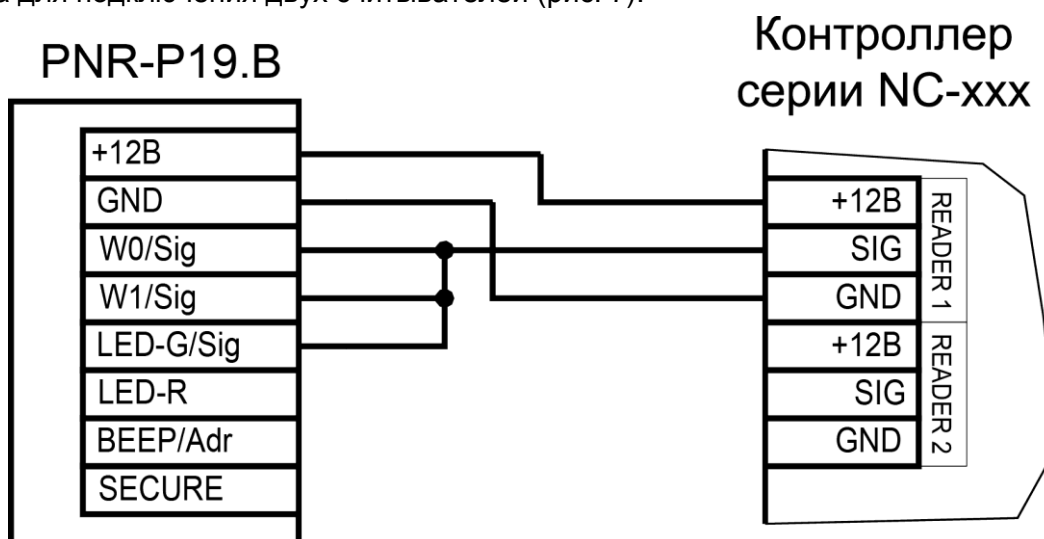
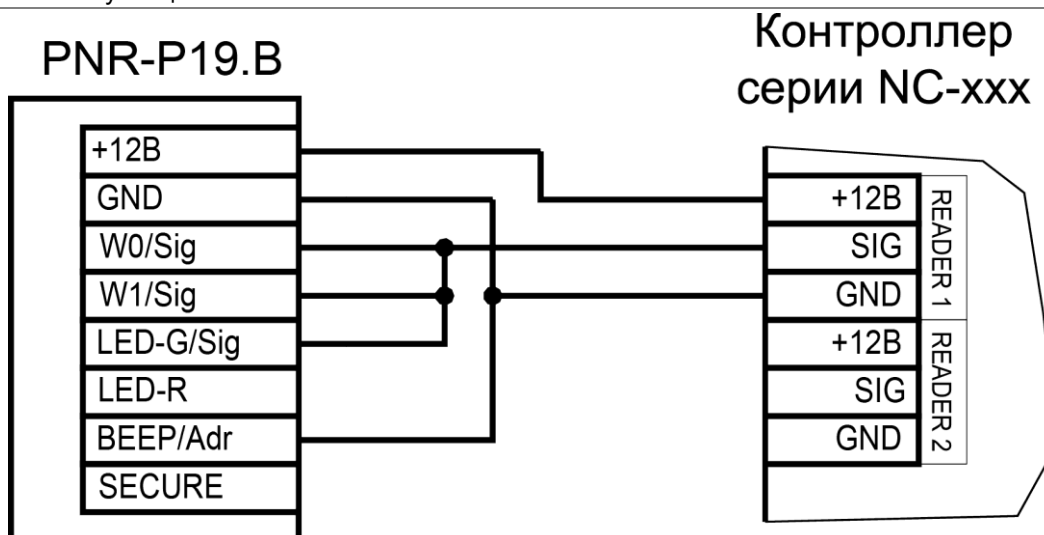
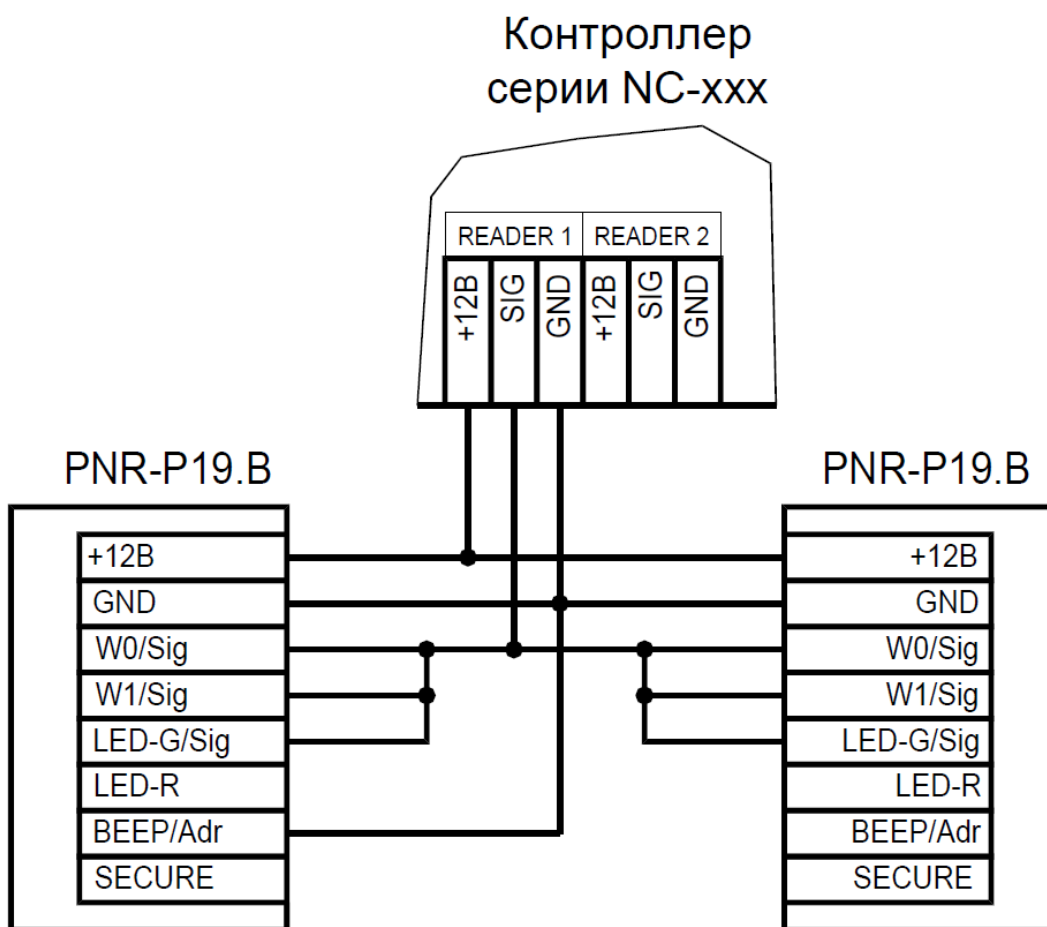

Рисунок 5. Подключение считывателя в режиме Parsec, адрес 1 (внутренний)
Рисунок 6. Подключение считывателя в режиме Parsec, адрес 0 (наружный)
Рисунок 7. Подключение двух считывателей в режиме Parsec одним кабелем
- **Parsec** – при работе в этом режиме линия SIG считывателя (зеленый, белый и оранжевый провода: W0/SIG/B-, W1/SIG/A+ и LED-G/SIG) является двунаправленной (см. таблицу 2 и рис. 5 и 6). По ней считыватель передает контроллеру считанный с карты код во внутреннем формате системы Parsec.
Кроме того, в системе Parsec каждый считыватель имеет собственный адрес: 1 (внутренний считыватель, рис. 5) или 0 (наружный, рис. 6), – что позволяет использовать один кабель от контроллера для подключения двух считывателей (рис. 7).